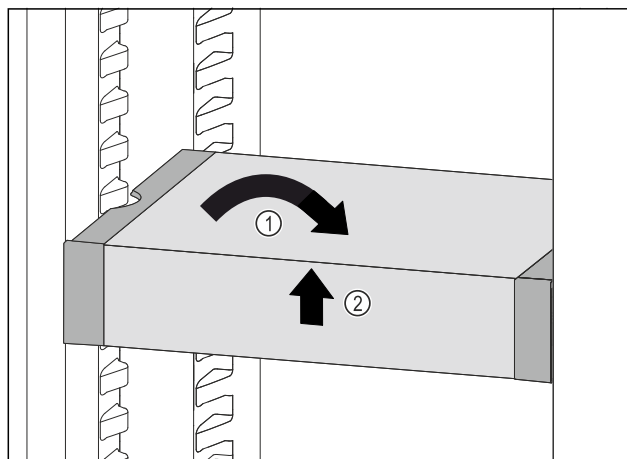

Fig. 85
- VarioSafe postavte rovně. Fig. 85 (1)
- VarioSafe vpředu zvedněte. Fig. 85 (2)